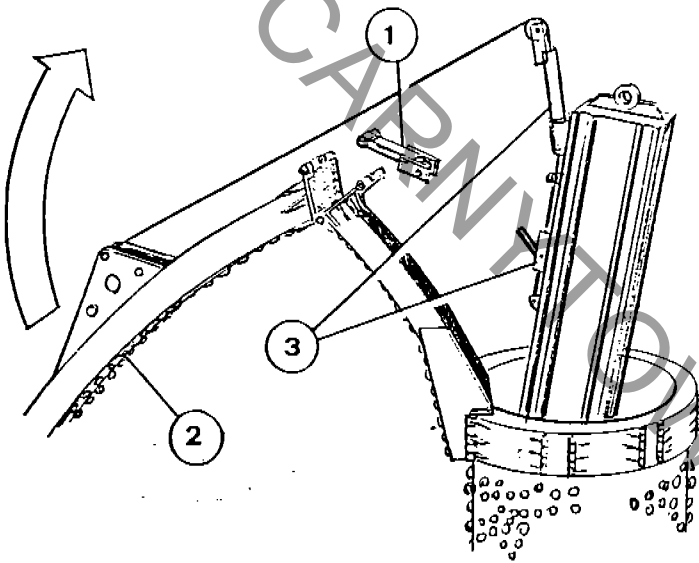

Fig. 5
- Remove the spacer (1-Fig. 5) which keeps the arm folded during transport and extend the arm (2-Fig. 5) by means of the allocated equipment (3-Fig. 5). Lock it in position by means of the pin.
- Togliere il distanziale (1-Fig. 5) che tiene il braccio piegato durante il trasporto e raddrizzare il braccio (2-Fig. 5) usando l'apposita attrezzatura in dotazione (3-Fig. 5). Bloccarlo con l'apposita spina.